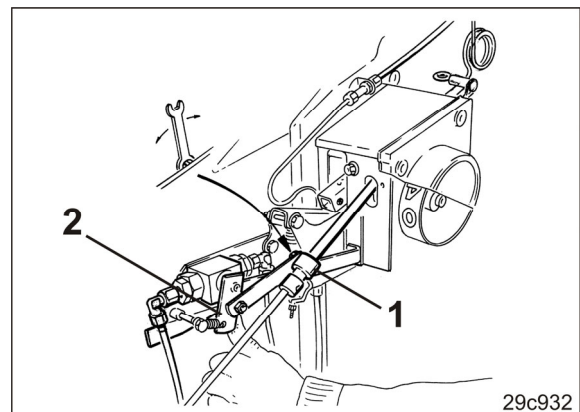

Fig. 233
2. Den Stellring (Fig. 233/1) lösen.
3. Den Steuerventil-Hebel (Fig. 233/1) nach hinten drücken.